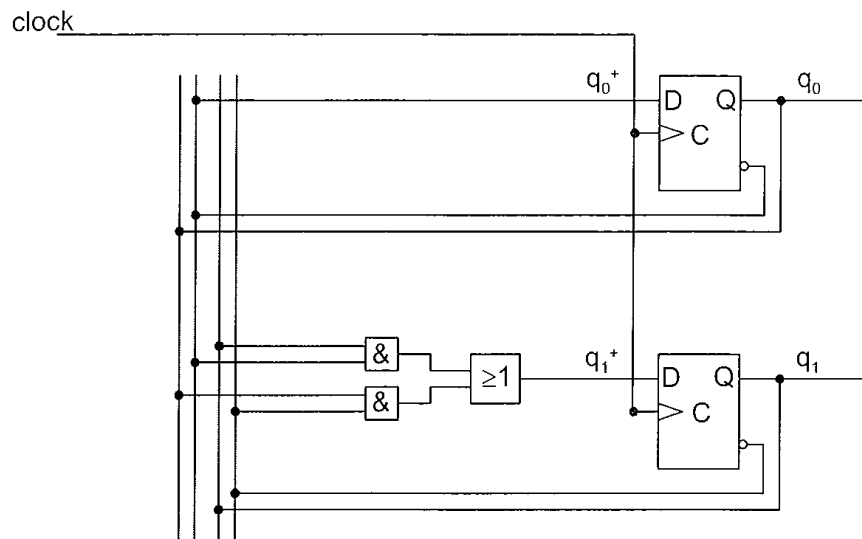

Figur 1. Grindnät.
1. a) Koppla upp följande krets (Figur 1) och sätt upp en sanningstabell som beskriver funktionen (mät upp utgången för olika värden på ingångarna).